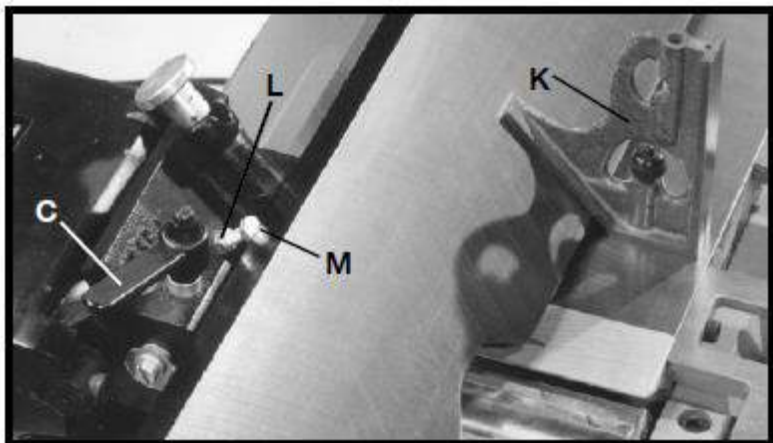

Рис. 34
5. Наклонить параллельный упор как можно дальше вперёд, с помощью комбинированного угольника (К), рис. 34, проверить, составляет ли угол наклона параллельного упора  $45^\circ$ , как показано на рисунке. При необходимости в регулировке ослабить фиксирующую рукоятку (С), рис. 34, контргайку (L), и поворачивать регулировочный винт (М) до тех пор, пока угол наклона параллельного упора со столом не составит  $45^\circ$ . Затем затянуть контргайку (L) и фиксирующую рукоятку (С).